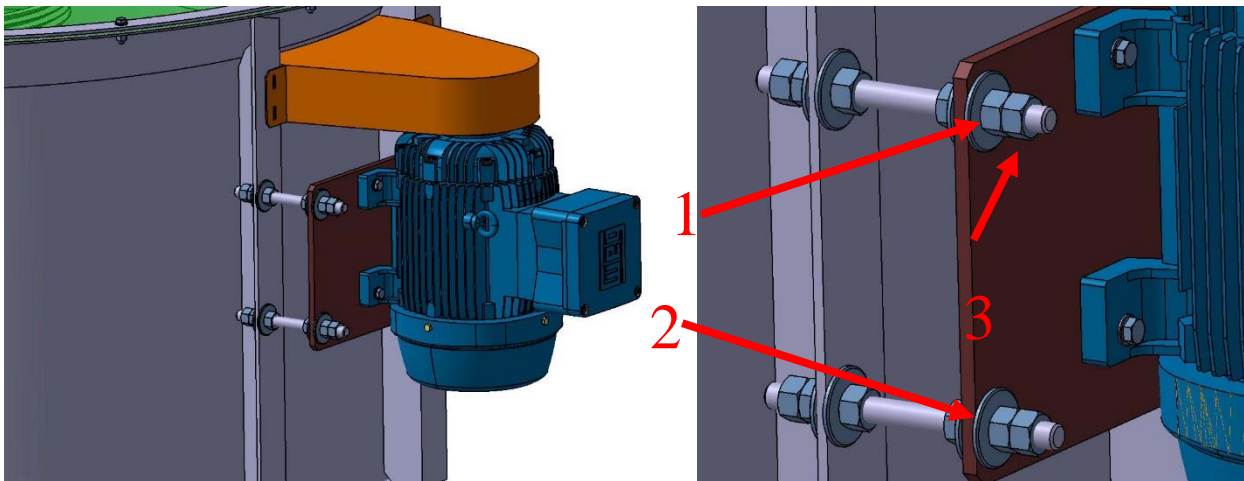

Figura 5-2: Tensionamento Cinghie per modelli “GFF-01”, “GFF-04”, “TFF-09” E “TFF-12”
1. Allentare il controdado (1 e 3, Figura 5-2) posto alle quattro estremità del supporto motore.
2. Avvitare i dadi (2) per avvicinare o allontanare tra loro i due pacchi pulegge, al fine di ridurre o aumentare la tensione della cinghia.